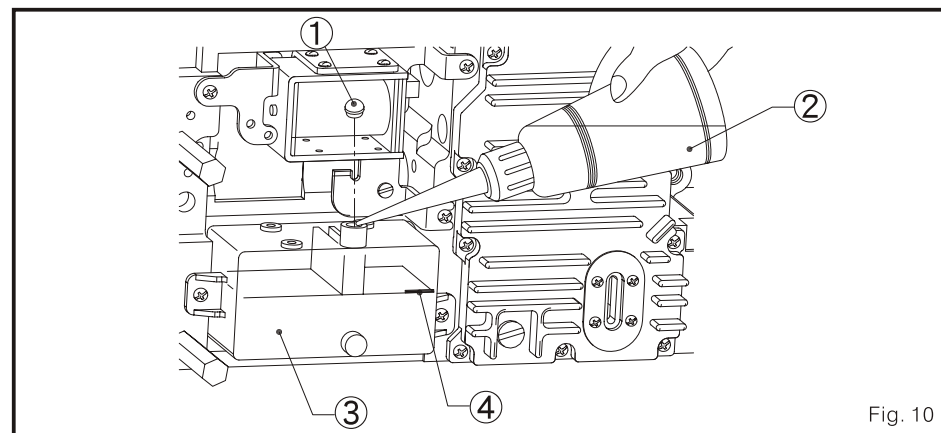

Fig. 10
- Cheie o óleo de lubrificante (Fig. 10)